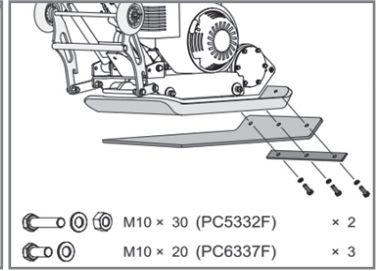

Рис. 7 Установка резинового коврика
1. Совместите отверстия в рабочей плите 1, коврике 2 и крепежной пластине 3 и закрепите коврик на рабочей плите с помощью крепежа, как показано на Рис. 7